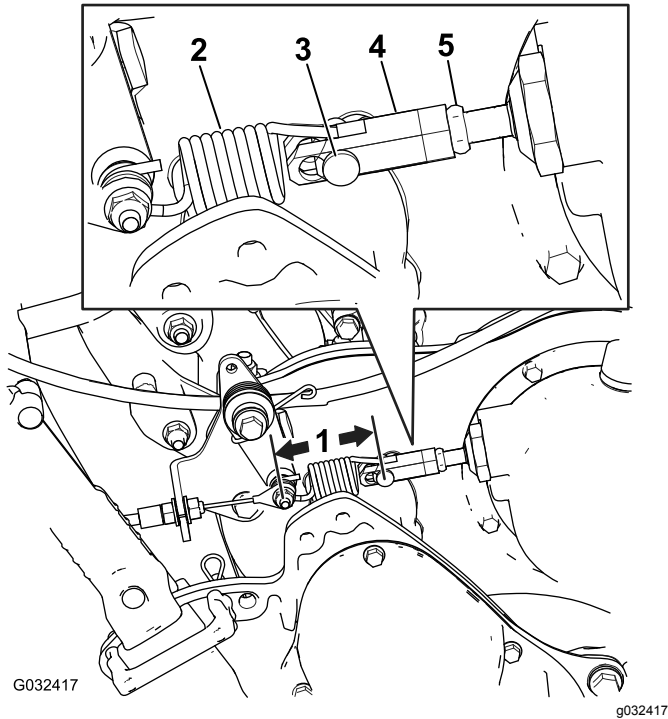

图48
2. 测量从柱销到驱动控制弹簧任一端的距离图48如果介于 7.37.6cm 请根据以下步骤调节离合器。
- B. 松开螺丝扣上的锁紧螺母取下柱销然后从螺丝扣上断开弹簧图48。
- F. 测量从柱销到驱动控制弹簧任一端的距离图48重复步骤 A 至 F 直至距离介于 7.37.6cm 之间。